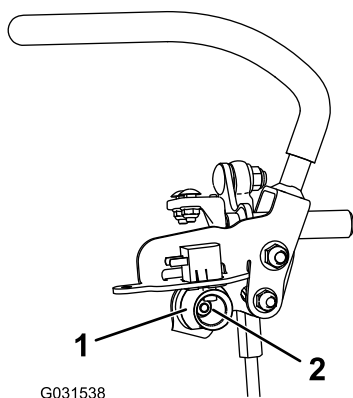

Figura 74
6. Solte a porca que fixa o excêntrico (Figura 74).